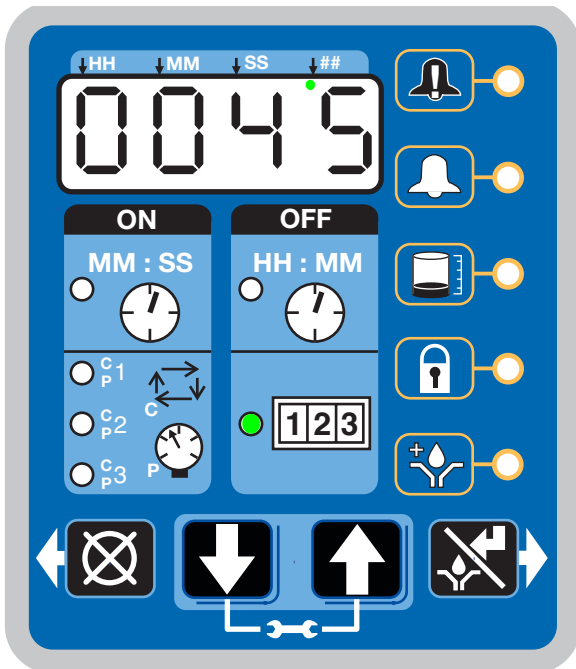

FIG. 47
- Le voyant à côté de 1-2-3 s'allume (FIG. 47).
L'exemple illustré à la FIG. 47 montre qu'il reste 0045 décomptes de machine.
- Si le décompte de machine a été défini, le voyant à côté de 1-2-3 s'allume (FIG. 47, page 56).